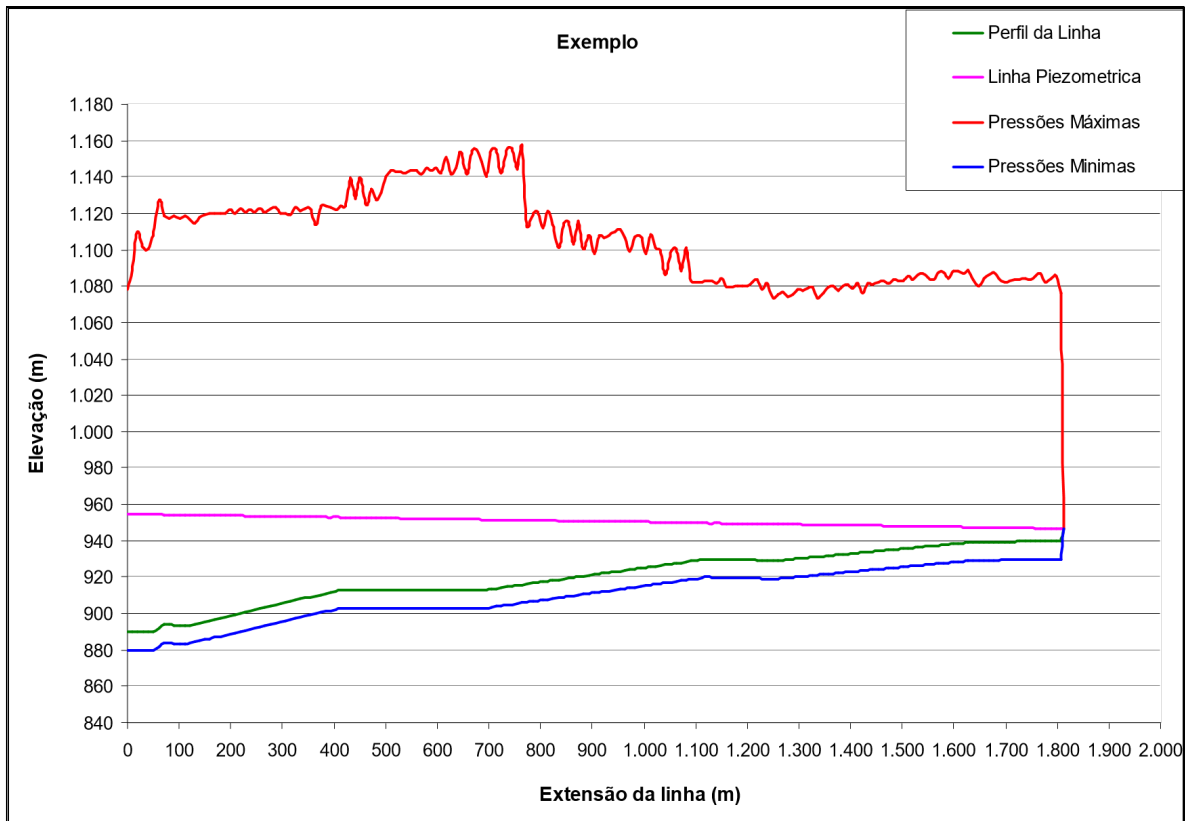

Figura 01
- Envoltórias de pressões piezométricas máximas e mínimas transitórias e permanentes considerando o perfil da linha, conforme figura 01;